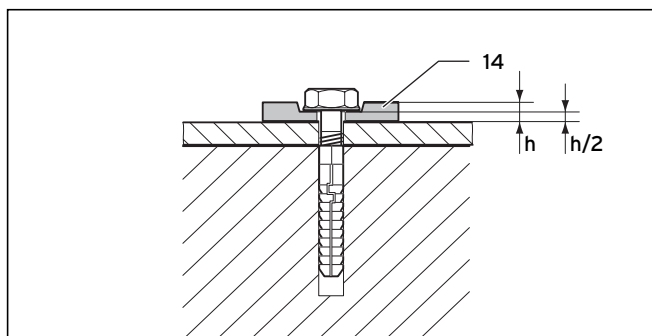

Рис. 6.36 Крепление гибкими подкладными шайбами
Обязательно используйте 4 гибких подкладных шайбы (14), чтобы можно было сбалансировать растяжение материала. Спрессуйте подкладные шайбы на 50 %, см. рис. 6.36.